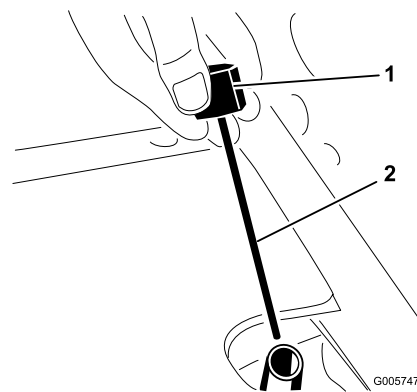

Figura 30
2. Desenrosque el tapón de la varilla (Figura 30) del cuello de llenado y límpielo con un paño limpio. Enrosque el tapón de la varilla en el cuello de llenado con la presión de los dedos solamente. Desenrosque la varilla y verifique el nivel de aceite. Si el nivel no está a menos de 13 mm de la muesca de la varilla (Figura 30), añada suficiente aceite hidráulico para que llegue a la muesca. No llene a más de 13 mm por encima de la muesca.